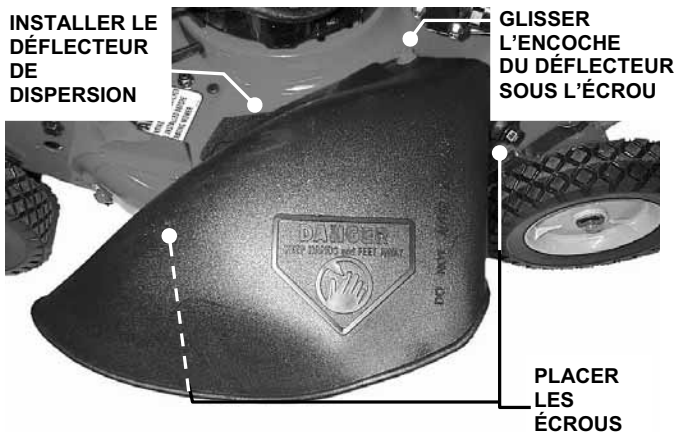

FIGURE 2.13
2. Installez le déflecteur de dispersion et fixez-le sur la plate-forme en utilisant la visserie démontée à l'étape précédente. L'encoche sur le bord avant du déflecteur doit être sous l'écrou comme illustré, et les deux boulons doivent dépasser des trous dans le côté du déflecteur (voir figure 2.13).